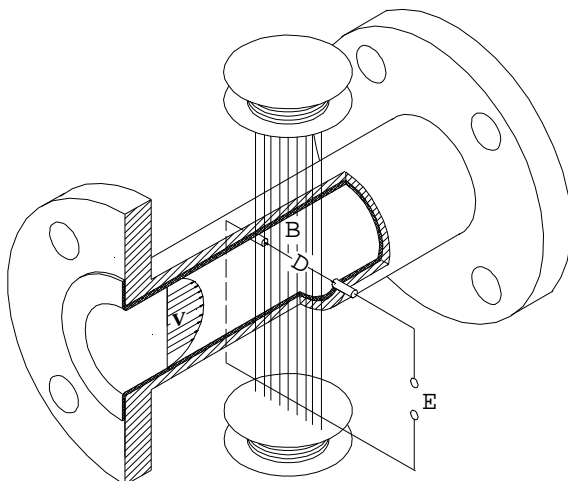

Рис. 4.1
4.1.1 Принцип действия расходомера основан на явлении электромагнитной индукции (см. рис.4.1).
4.2.3 ППР представляет собой отрезок трубопровода из немагнитного материала (см. рис. 4.1), внутренняя поверхность которого футерована диэлектриком (фторопластом). В диаметрально противоположных стенках трубопровода установлены два электрода, контактирующие с измеряемой средой и предназначенные для съёма ЭДС индукции (E). Благодаря такой конструкции ППР расходомер вносит минимальное гидравлическое сопротивление в поток жидкости. Магнитная система ППР состоит из двух согласно включённых катушек возбуждения и магнитопровода. ЭДС индукции усиливается в блоке аналоговой обработки ППМ, преобразуется в цифровую форму и поступает затем в блок цифровой обработки сигнала. Блок аналоговой обработки сигнала также формирует ток, поступающий на катушки возбуждения магнитной системы ППР.